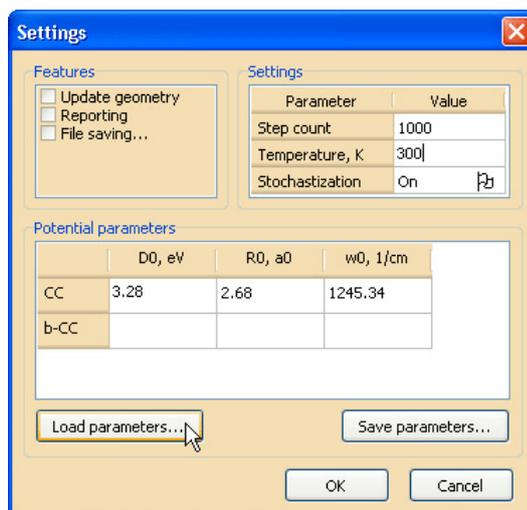

Рис. 31. Диалоговое окно выставления опций и параметров
5. В «NanoEvolver» используются аппроксимирующие парные потенциалы в форме функции Морзе. Параметры потенциалов — D_0 (энергия диссоциации), R_0 (равновесное расстояние) и ω (частота колебаний) — чаще всего рассчитываются неэмпирическими методами *ab initio*. Указание параметров потенциалов, а также некоторых важных опций и параметров, влияющих на ход расчетной процедуры, производится в диалоговом окне *Settings* (см. рис. 31), вызвать которое можно с помощью команды *Set parameters...* меню *Edit*.
Установите параметры, как показано на рис. 31. Параметры межатомных потенциалов введите нажав на кнопку *Load parameters...*, загрузите эти данные из внешнего файла параметров **Potential_params.txt**, который расположен в той же папке, что и загруженная структура.